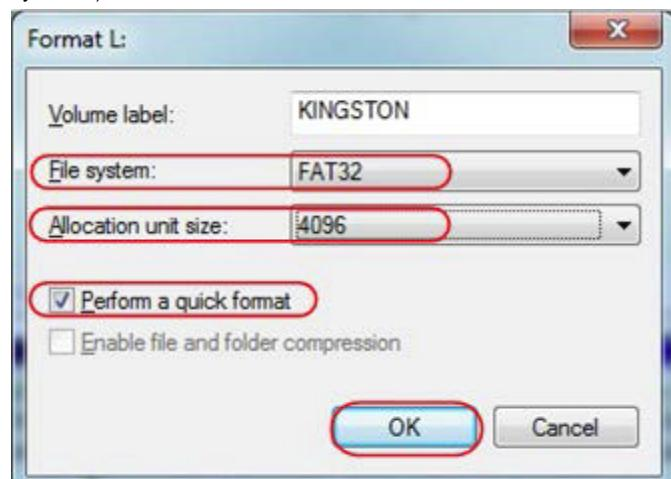

Рисунок 19. Настройки форматирования USB-диска
- В открывшемся диалоговом окне выберите файловую систему FAT32, установите размер единичного блока выделения на значение 4096, установите галочку на опции «Быстрое форматирование» (**Perform a quick format**). Нажмите кнопку **OK** и в открывшемся диалоговом окне щелкните по кнопке «Да» (**Yes**) (рисунок 19).